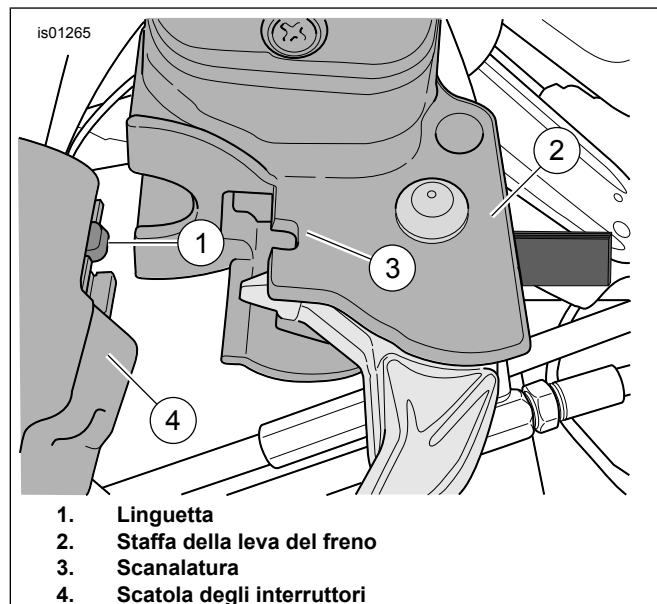

Figura 9. Staffa della leva del freno sulla scatola degli interruttori
5. Vedere Figura 9. Collocare il gruppo leva/pompa del freno rivolgendolo verso la scatola degli interruttori (4) ed inserendo la linguetta (1) situata sulla scatola inferiore degli interruttori nella scanalatura (3) in cima alla staffa della leva del freno (2).